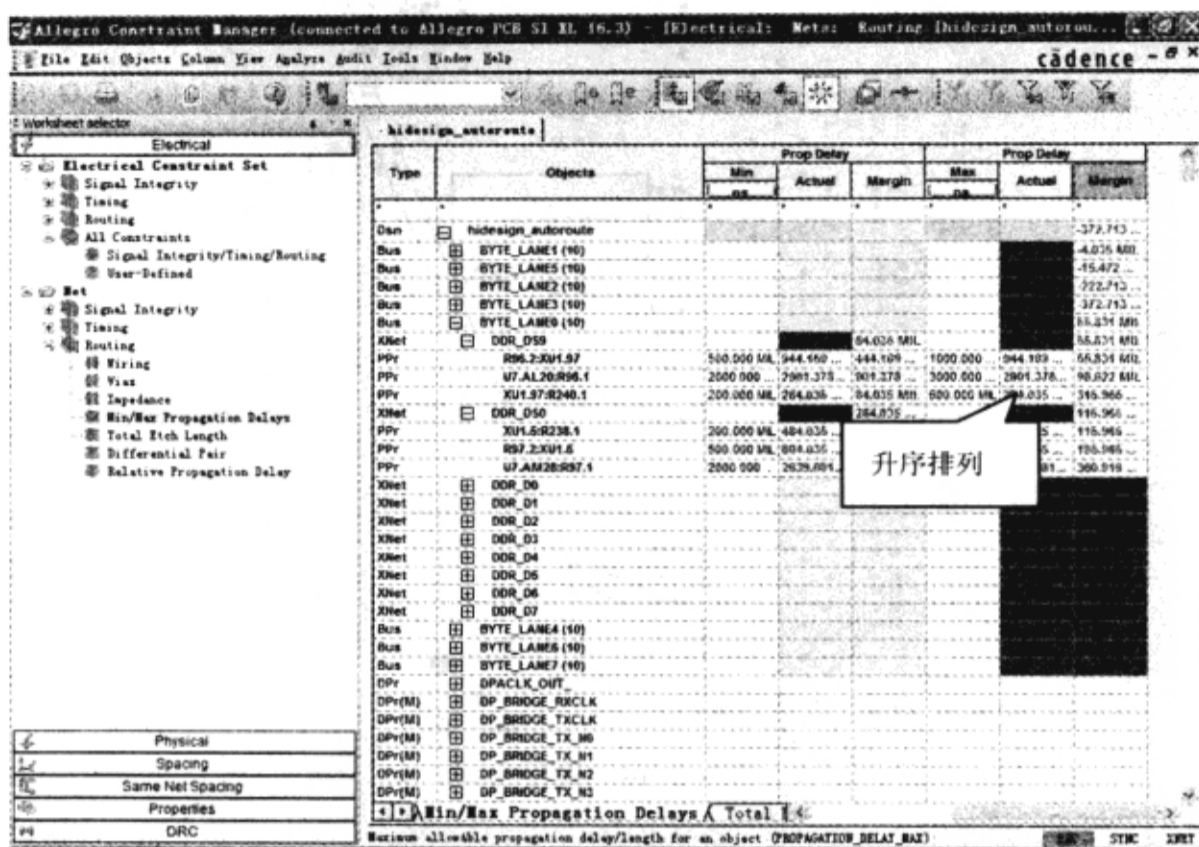

图 4-3-11 约束管理器
(4) 选择“Prop Delay”的“Max Delay”栏的“Margin”单元格→从鼠标右键菜单中选择“Sort”。Margin 单元格的值会按升序排列，如图 4-3-11 所示。